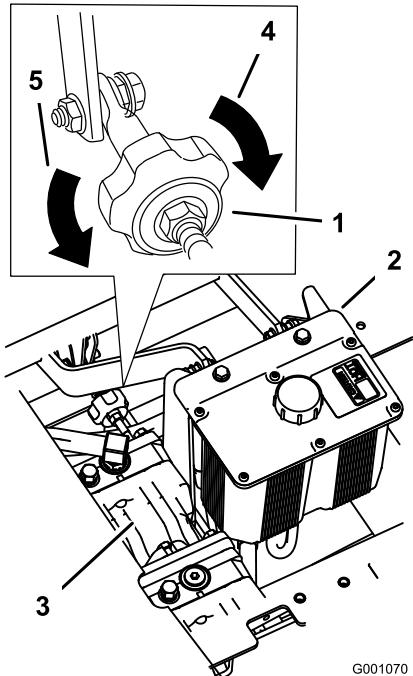

Figura 73
2. Regolate la lunghezza dell'asta della pompa facendo girare nella direzione opportuna la manopola, finché la ruota si ferma o si sposta leggermente indietro (Figura 73).